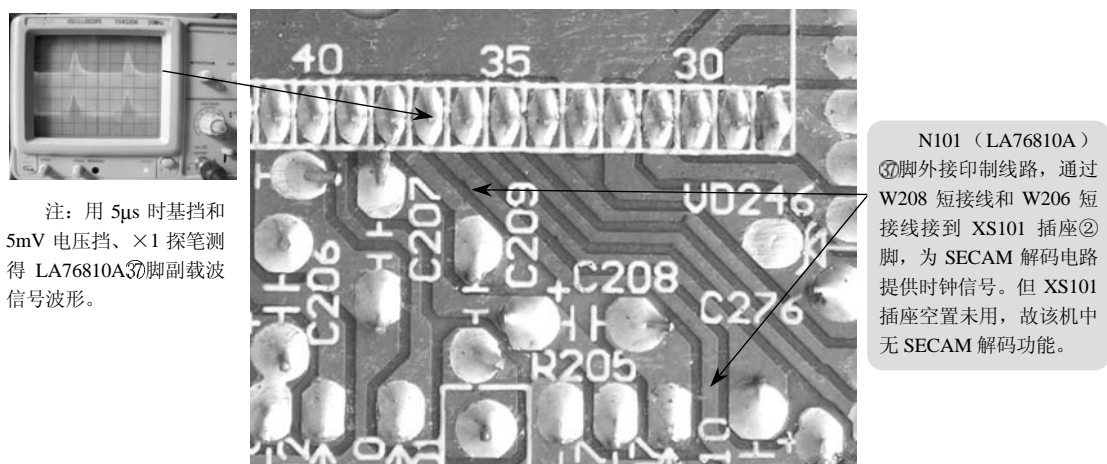

图 4-18 N101 (LA76810A) ③脚信号波形
LA76810A 的③脚主要用于输出副载波频率, 为 SECAM 解码提供时钟信号。观察③脚的信号波形, 可判断副载波恢复电路是否正常工作。正常工作时, ③脚的信号波形如图 4-18 所示。